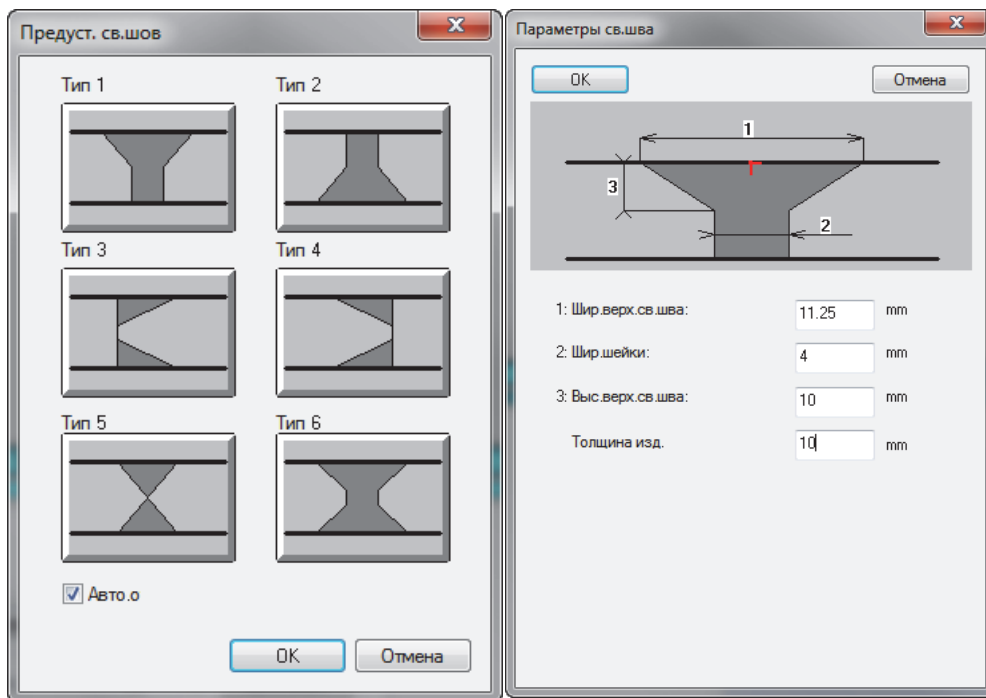

Рис. 4-27 Диалоговые окна Предуст. сварной шов и Параметры сварного шва (для Типа 1)
- a) В диалоговом окне **Предуст. св.шов** щелкните на соответствующий тип сварного шва, чтобы открыть **Параметры св. шва** (Рис. 4-27 на стр. 130).